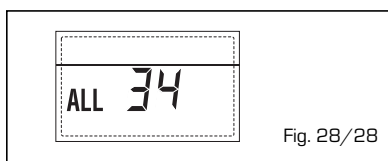

Fig. 28/28
**- ANOMALIA COMUNICAZIONE SCHEDINO RS-485 E SCHEDINO RS-485 "ALL 35" (fig. 28/29)**